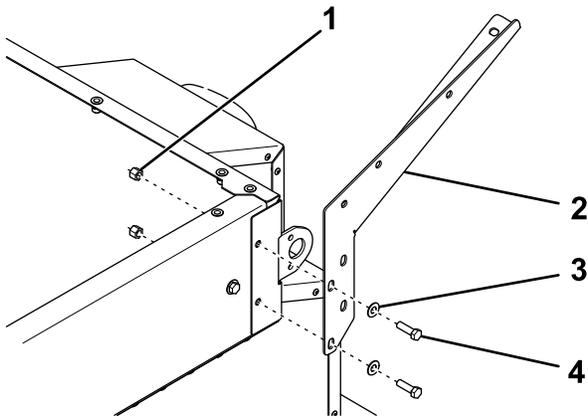

Bild 2
3. Befestigen Sie eine Seitenplatte an jeder Ecke des Füllkastens mit zwei Schrauben, Unterlegscheiben und Sicherungsmuttern (Bild 2).